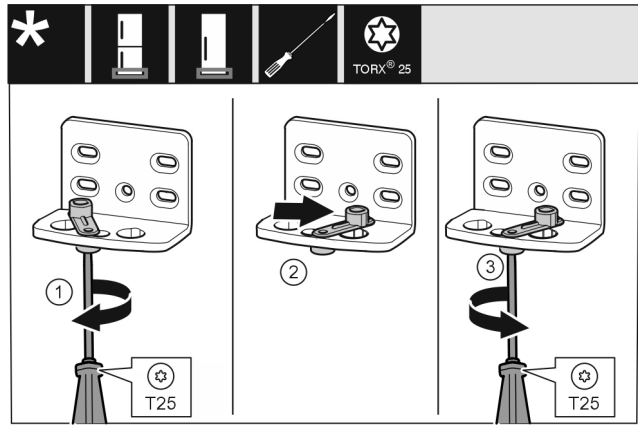

Fig. 18 \*
- Schraube Fig. 18 (1) mit Schraubendreher lose schrauben.\*
- Türschließhilfe Fig. 18 (2) anheben und um 90° nach rechts in Bohrung drehen.\*
- Schraube Fig. 18 (3) mit Schraubendreher festschrauben.\*